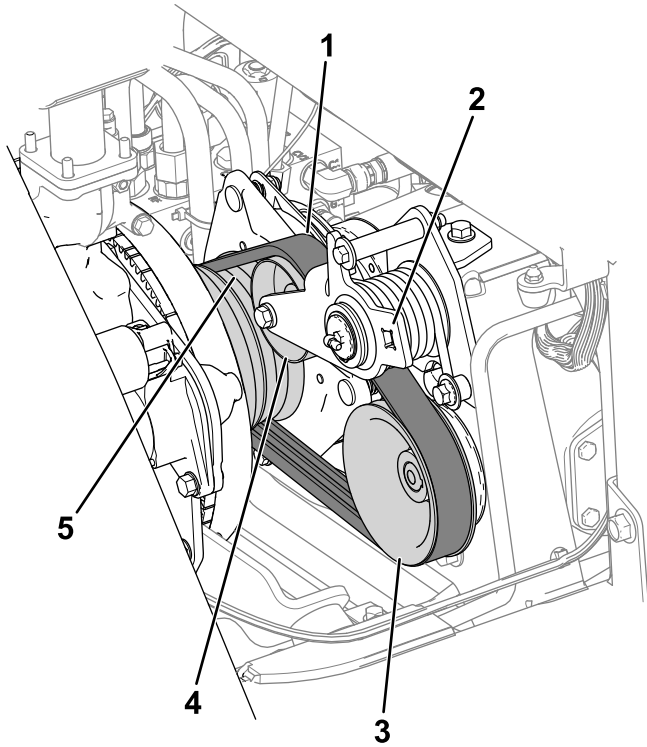

Figura 78
3. Direcționați curea pe fulia motorului, fulia rolei de ghidare i fulia pompei (Figura 78).